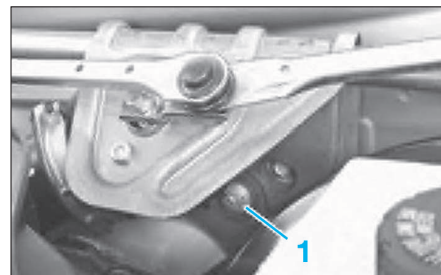

FIG. 26
- Déposer la fixation (1) (Fig.26).